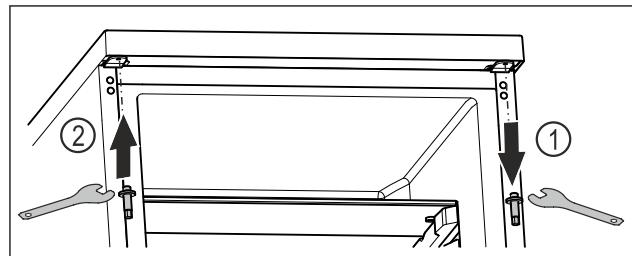

Fig. 18
- Lironi bulonat e sipërm me çelësin e jashtëm kriket. Fig. 18 (1)
- Shtrëngoni fort bulonat e anës së kundërt me çelësin e jashtëm kriket. Fig. 18 (2)